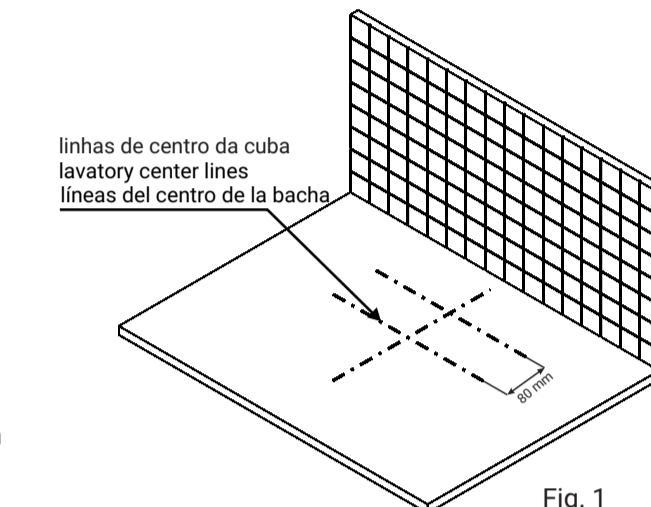

Fig. 1
- Colocar a cuba sobre o tampo, posicioná-la no local desejado p/ instalação, levando em consideração as dimensões da torneira e sifão que serão utilizados. Traçar no tampo uma linha de centro, no sentido longitudinal e no sentido transversal e traçar a linha de corte do tampo paralela a linha de centro a 80mm (conforme fig. 1).
Place the sink on the top of the basin cabinet; put it in the desired position for installation, taking into consideration the distances of the tap and the syphon that will be used. Draw a line to the centerline of the sink and further up to the cabinet top and trace the cutting line of the worktop parallel to the center line at 80mm (according to fig. 1).
Coloque la cuba encima de la tapa, ubicándola en la posición deseada para instalar, llevando en cuenta las dimensiones del grifo y sifón que se utilizarán. Marque una línea en el centro de la cuba y alárguela hasta la tapa y trazar la línea de corte de la encimera paralela a la linea central a 80 mm(según fig.1.)